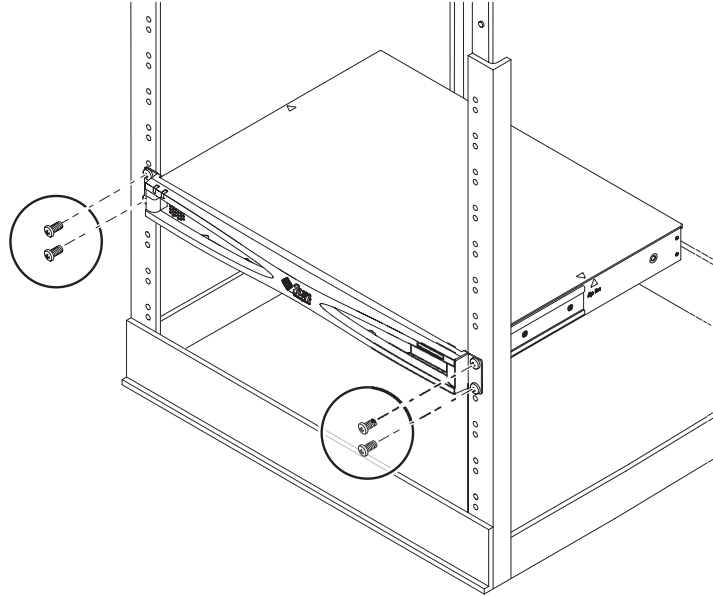

ABBILDUNG 2-1 Einbauen des Servers in ein 19-Zoll-Rack
1. **Positionieren Sie den Netra X1 Server im Rack, und ziehen Sie die Schrauben an (siehe ABBILDUNG 2-1).**